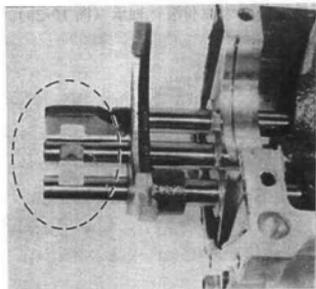

图 10-37
在开始拆卸以前，应保证所有的拨叉轴均处于空档状态，并按照下面 (1)、(2)、(3) 的顺序依次拆卸。图 10-37 为空档状态。